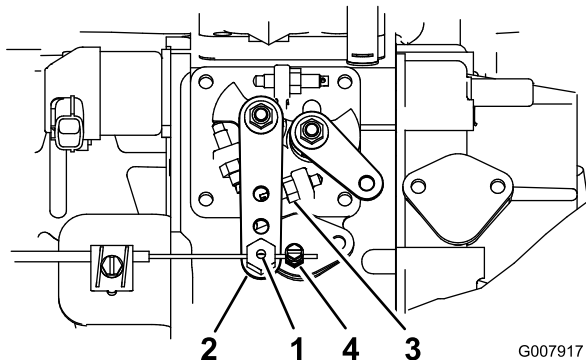

Рисунок 53
2. Ослабьте соединитель на тросике дроссельной заслонки, расположенный рядом с рычагом насоса для впрыска топлива (Рисунок 53).
3. Удерживайте рычаг насоса для впрыска топлива прижатым к упору высоких оборотов холостого хода (Рисунок 53).